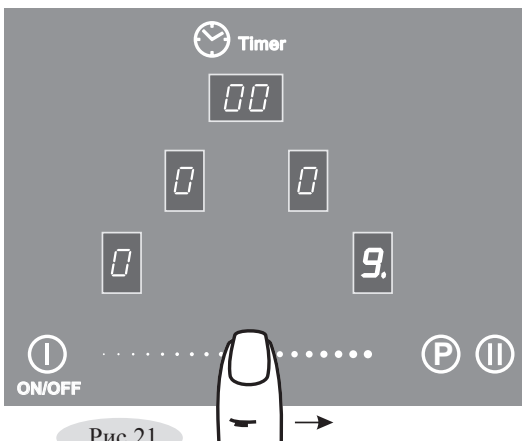

Рис.21
2. Выбор необходимого уровня мощности производится перемещением пальца по специальной поверхности ^④ - «скользящая кнопка» (рис. 21). Когда уровень мощности меняется, звучит сигнал, а в окне выбранной конфорки отображается мощность от «0» до «9».